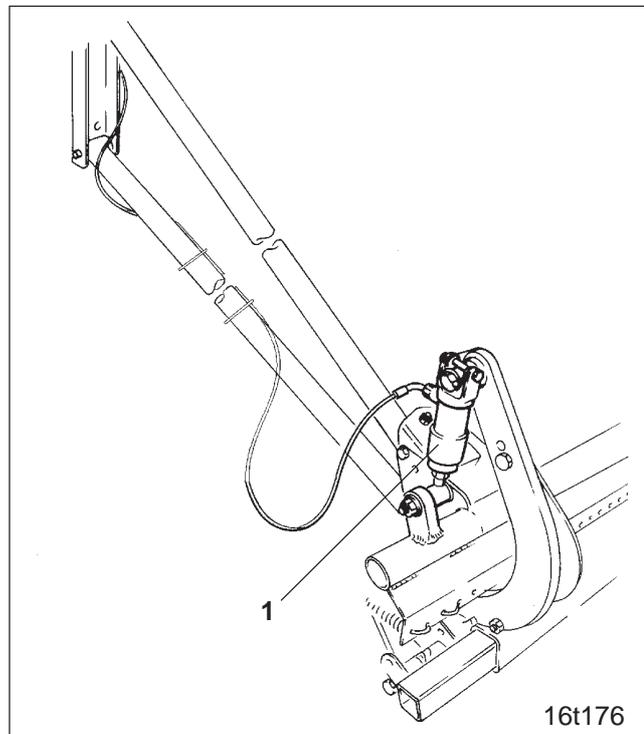
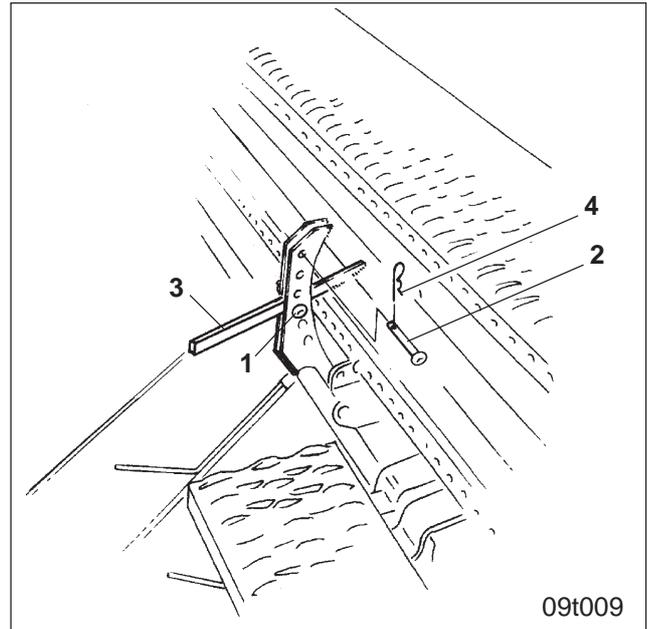

Fig. 13.8
Fig. 13.9
En passant d'une zone de sol normal à une zone à sol lourd et vice-versa, la pression du recouvreur FlexiDoigts peut être modulée en actionnant un vérin hydraulique (fig. 13.8/1).
Deux axes (fig. 13.9/1 et fig. 13.9/2) sont brochés dans le segment de réglage et servent de butée au levier (fig. 13.9/3). Le levier (fig. 13.9/3), actionné par le vérin hydraulique (fig. 13.8/1), est en appui contre l'axe I (fig. 13.9/1) lorsque le vérin hydraulique est en échappement, et en appui contre l'axe II (fig. 13.9/2) lorsque le vérin hydraulique est en pression.
- Mettez le vérin hydraulique (fig. 13.8/1) en échappement.
- Introduisez l'axe II (fig. 13.9/2) dans l'un des perçages du segment de réglage placé **au-dessus** du levier (fig. 13.9/3) et verrouillez en sécurité avec une goupille Beta (fig. 13.9/4).
- Mettez le vérin hydraulique (fig. 13.8/1) en pression.
- Introduisez l'axe I (fig. 13.9/1) dans l'un des perçages du segment de réglage placé **en-dessous** du levier (fig. 13.9/3) et verrouillez en sécurité avec une goupille Beta (fig. 13.9/4).